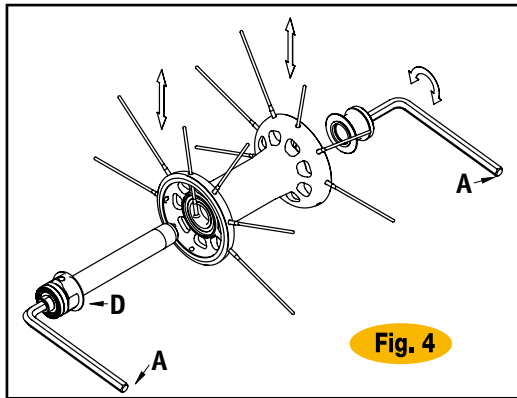

Fig. 4
• Introduzcan dos llaves Allen (A) en las tuercas de tope en los extremos de los bujes. Gírenlas en sentido antihorario.
• Extraigan el radio a sustituir e introduzcan el radio nuevo, (Fig.4).